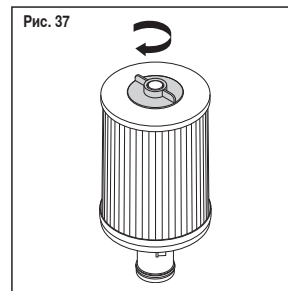

Рис. 37
8. Открутите гайку префильтра (рис. 37)